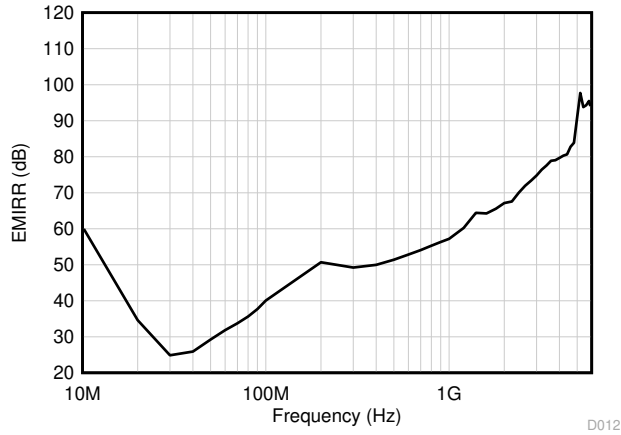

图 7-1. EMIRR 测试
TLV936x 采用集成电磁干扰 (EMI) 滤波器来减少无线通信设备、混合使用模拟信号链和数字元件的高密度电路板等干扰源产生的 EMI 效应。通过电路设计技术可改进 EMI 抗扰度；TLV936x 受益于这些设计改进措施。德州仪器 (TI) 已经开发出在 10MHz 至 6GHz 扩展宽频谱范围内准确测量和量化运算放大器抗扰度的功能。图 7-1 显示了对 TLV936x 执行该测试的结果。表 7-1 显示了在实际应用中 TLV936x 在常见特定频率下的 EMIRR IN+ 值。表 7-1 列出了可在下图所示的特定频率或其近似频率下运行的应用。运算放大器的 EMI 抑制比应用报告包含了与运算放大器相关的 EMIRR 性能主题，该报告可在 [www.ti.com](http://www.ti.com) 上下载。